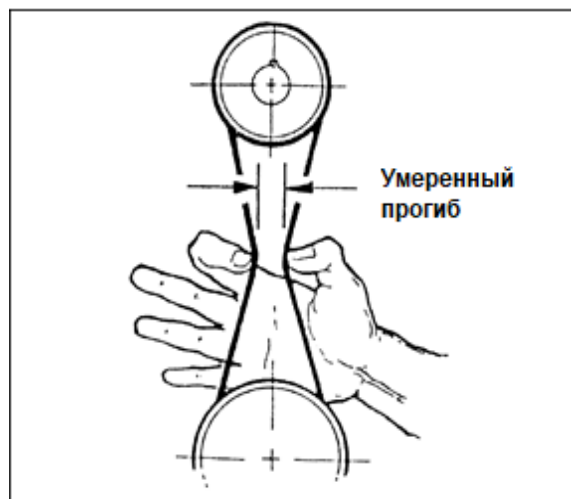

Рис. 8
5. Дайте двигателю опуститься и надавите на него, чтобы ремень натянулся надлежащим образом. ПРИМЕЧАНИЕ: при легком надавливании на ремень пальцем посередине между шкивов, он должен прогибаться примерно на 12 мм (Рис. 8).